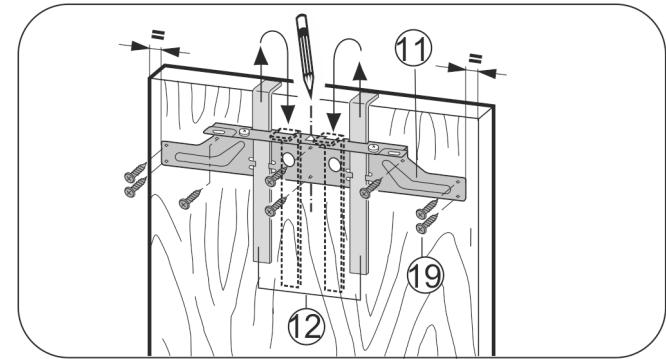

Fig. 29
- ▶ Befestigungstraverse Fig. 29 (11) mit den Montagehilfen Fig. 29 (12) auf die Innenseite der Möbeltür hängen.
- ▶ Befestigungstraverse Fig. 29 (11) mittig auf der Tür ausrichten.
- Die Befestigungsplatte Fig. 29 (11) mit mindestens 6 Schrauben Fig. 29 (19) festschrauben.
- Befestigungsplatte Fig. 29 (11) mit 4 Schrauben Fig. 29 (19) am Rand festschrauben.
- Montagehilfen Fig. 29 (12) nach oben herausziehen und in die danebenliegenden Aufnahmehöhlungen drehen einschieben.